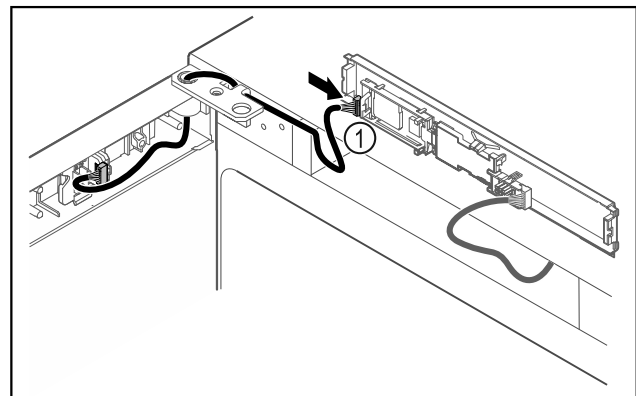

Fig. 45
- ▶ Collegare il connettore Fig. 45 (1) sulla scheda.